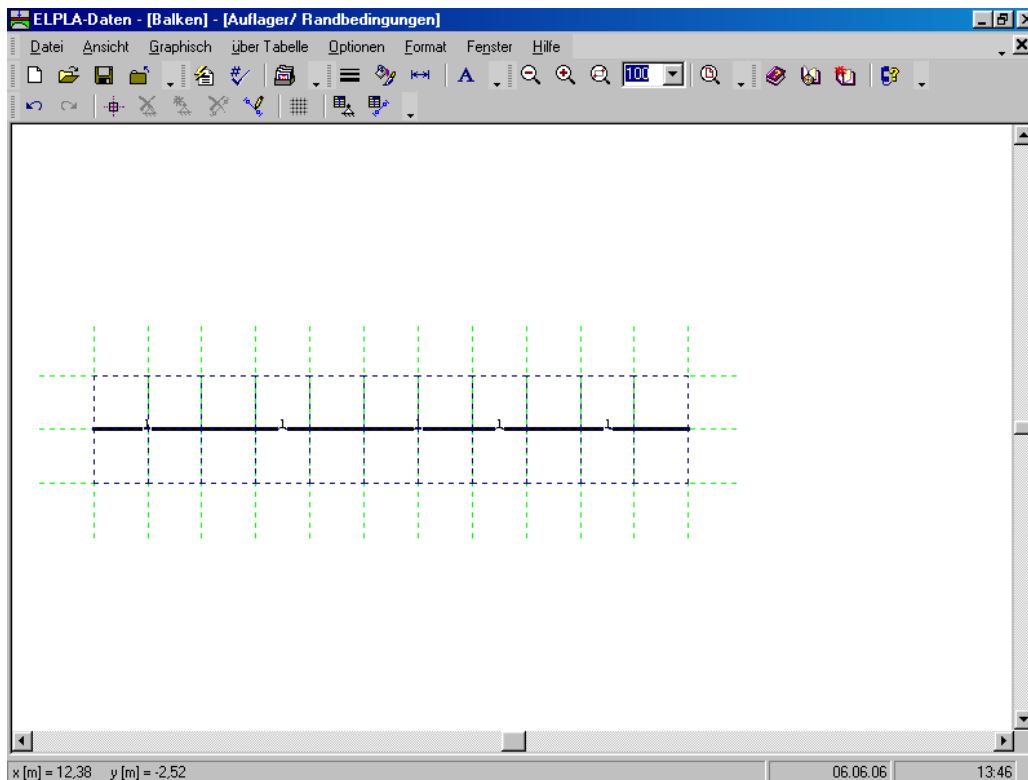
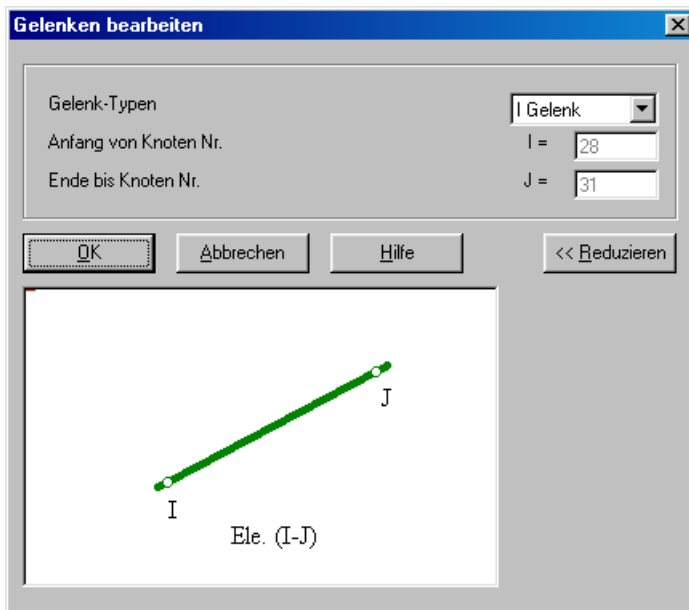

Bild 8-20 Stäbe im Fenster des eingebetteten Programms "Daten der Auflager/ Randbedingungen"
Bild 8-24 Dialogfeld "Gelenke bearbeiten"
Nach dem Klicken von "OK" im Dialogfeld "Zeichnungsparameter" sollte der Bildschirm wie das folgende Bild 8-20 aussehen.
- Wählen Sie den Befehl "Knoten markieren" aus dem Menü "Graphisch" im Bild 8-20, dabei wechselt der Cursor von einem Pfeil zu einem Kreuz
Um die Gelenkknoten zu definieren, wird das Gelenk von zwei Seiten sowohl links als auch rechts durch Elemente definiert. Wählen Sie den Befehl "Gelenke" aus dem Menü "Graphisch" im Bild 8-20. Wenn der Befehl "Gelenke" gewählt wird, ändert sich der Cursor von einem Pfeil zu einem Kreuz. Doppelklicken Sie auf dem Element am Gelenkende. Das Dialogfeld "Gelenke bearbeiten" im Bild 8-24 erscheint.
Nach Doppelklicken auf das Gelenk am anderen Ende des Elements erscheint das Dialogfeld "Gelenke bearbeiten" im Bild 8-24.